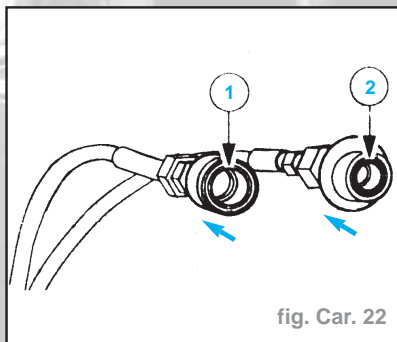

fig. Car. 22
- Brancher les canalisations de la station d'entretien. Déverrouiller les raccords rapides (fig. Car. 22).